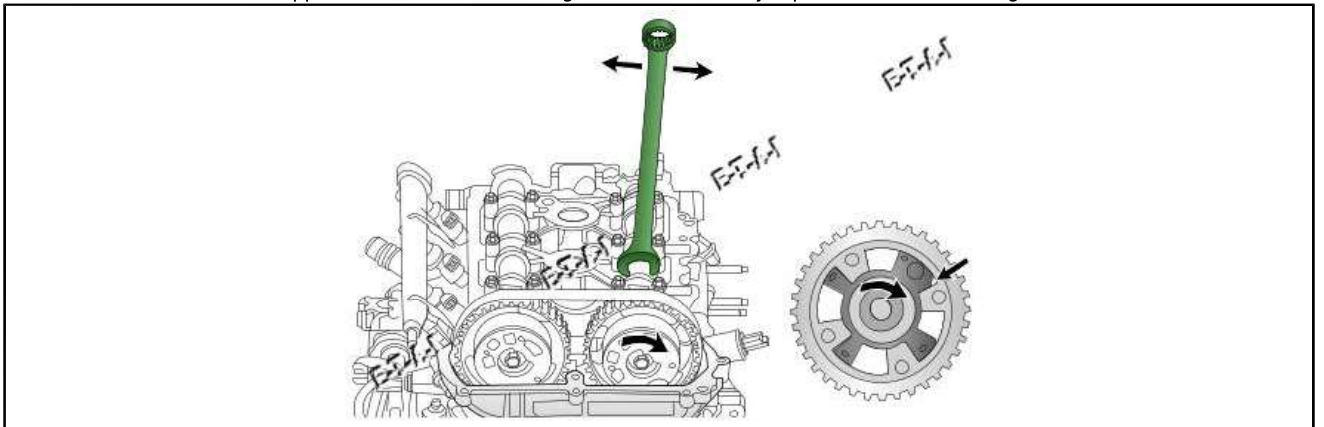

Fig.12
- Tourner l'arbre à cames d'échappement dans le sens des aiguilles d'une montre jusqu'à 30° si nécessaire Fig.12